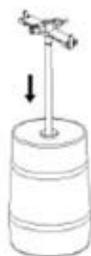

Figura 1
2. Insira o pino de perfuração (Figura 1) no lacre do barril (conforme imagem abaixo). (Talvez seja necessário rasgar o anel com a marca ou substituir o lacre por outro apropriado.)
Pressione o conector barril / pino de perfuração (Figura 1) sobre o lacre e então o empurre rápido e totalmente no barril. Monte novamente o mecanismo da torneira;